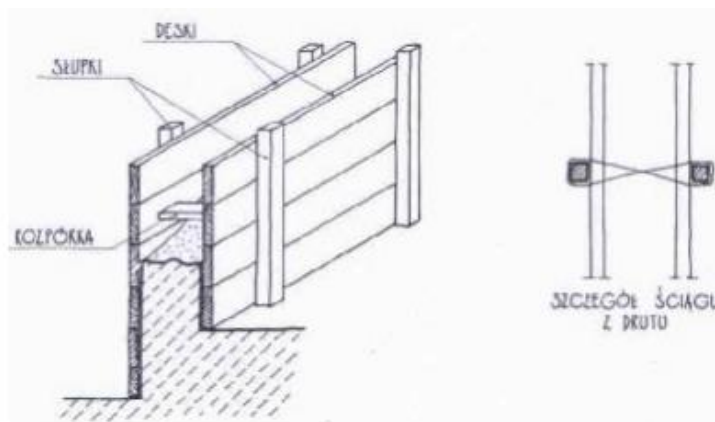

**Rys. 4.** Deskowanie stopy fundamentowej schodkowej
**Stopy fundamentowe schodkowe** deskuje się podobnie jak ławy niskie, ogranicza się formę stopy z czterech stron, tworząc skrzynię drewnianą bez dna stojącą na gruncie. Stopy schodkowe deskuje się dwiema takimi skrzyniami nałożonymi na siebie i usztywnionymi kołkami wbitymi w grunt lub rozparciem od skarpy wykopu (rys.4).